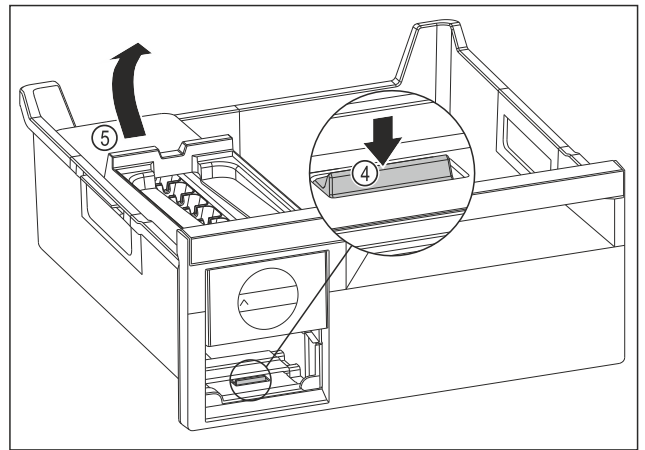

Fig. 145
- Estrarre il corpo dell'EasyTwist-Ice: Con un dito spingere la linguetta Fig. 145 (4) verso il basso e allo stesso tempo, con l'altra mano, sollevare il corpo dell' EasyTwist-Ice Fig. 145 (5) da dietro.